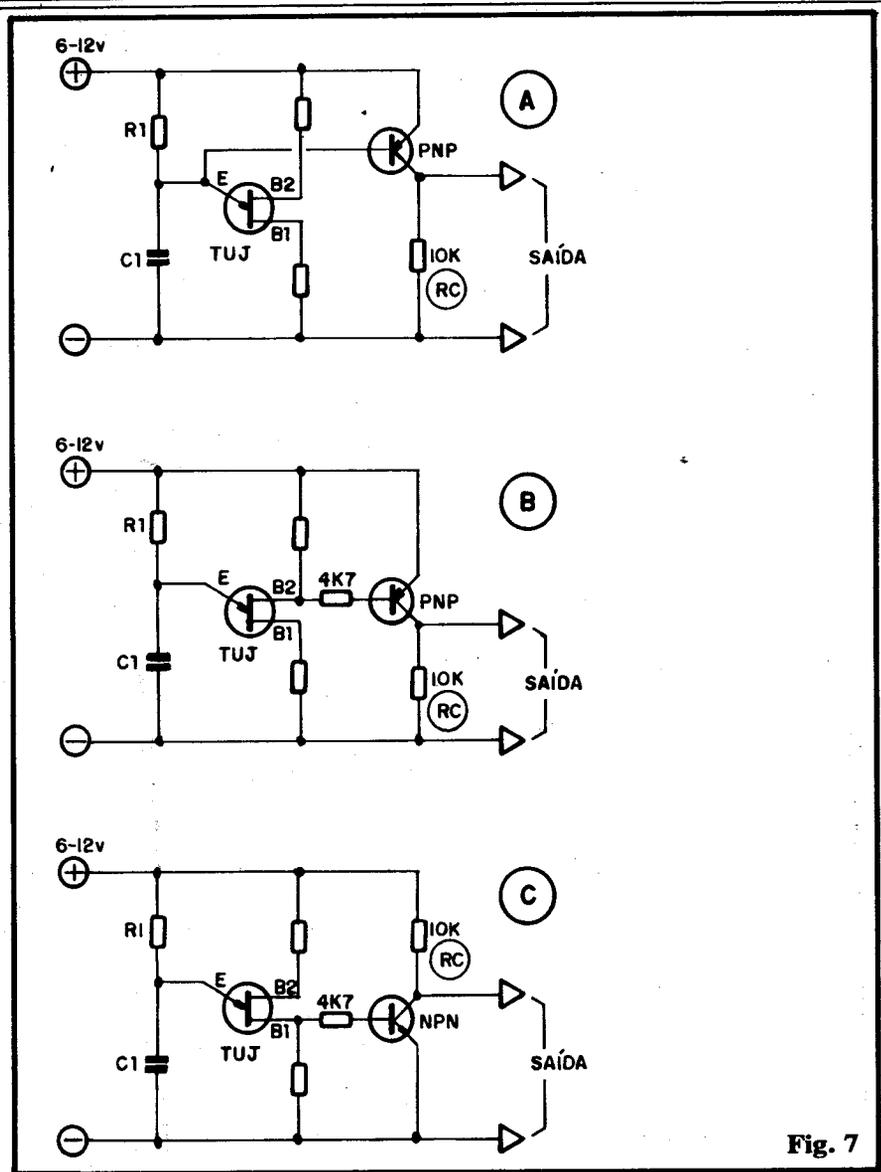

Fig. 7
- FIG. 7 - Se precisarmos (como frequentemente ocorre...) de níveis mais "bravos", ou mais "definidos", de Tensão ou Corrente, podemos facilmente "ajudar" o TUI através da posterior amplificação dos sinais gerados, função que "cai como uma luva" para os Transistores Bipolares comuns...! Assim, a figura 7, nos seus itens A, B e C mostra, respectivamente, arranjos para a "recolha amplificada" do sinal no emissor do TUI, na base 2 e na base 1 do dito cujo... Notem os valores (típicos) dos componentes (resistores) de acoplamento e polarização, bem como os pontos finais de Saída dos sinais já amplificados. Observem também que, se pretendermos uma manifestação de CORRENTE amplificada, podemos, em qualquer dos casos, substituir o próprio Resistor de Coletor (RC) dos Transistores Bipolares, por cargas finais capazes de "usar" os tais pulsos de corrente gerados...!